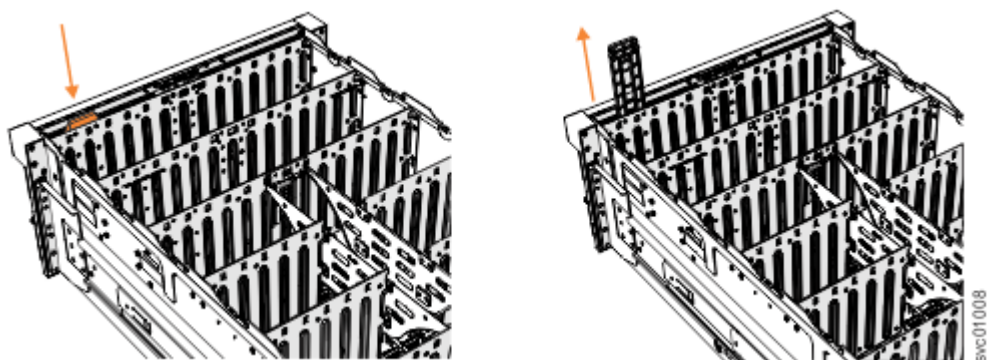

Figure 128. Retrait du panneau d'affichage
3. Appuyez sur la patte de déverrouillage située dans la partie supérieure du panneau d'affichage, comme illustré dans la Figure 128, à la page 115.